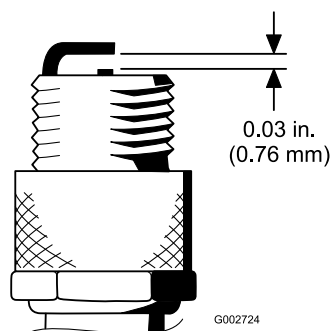

Figura 51
4. Ajuste a folga existente entre a zona central e lateral do eléctrodo para 0,76 mm (Figura 51).